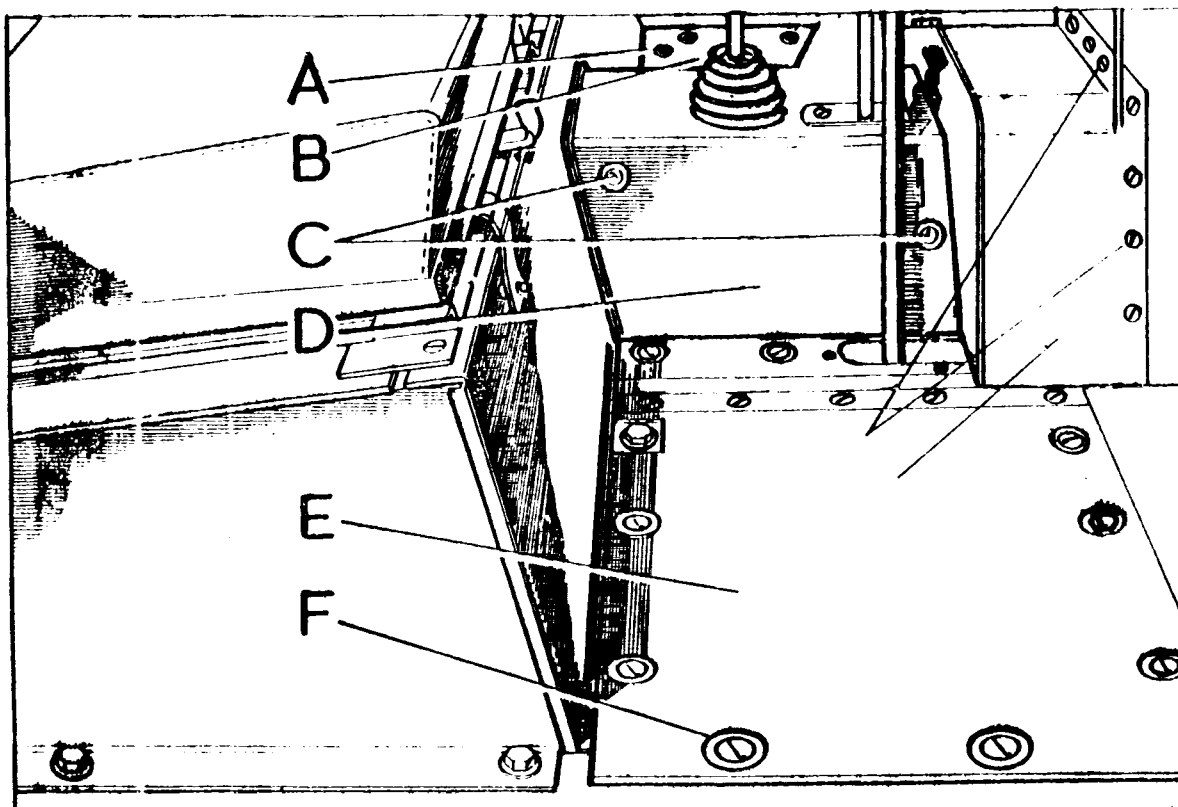

Fig. A3-8 Piso delantero
- 1.4. Desmontar los tornillos, C y G (Fig. A3-8), que fijan las cubiertas, D y H, y extraer dichas cubiertas.
- 1.5. Desmontar los tornillos, A y F (Fig. A3-8), que fijan las dos placas del piso B y E y extraer dichas placas.